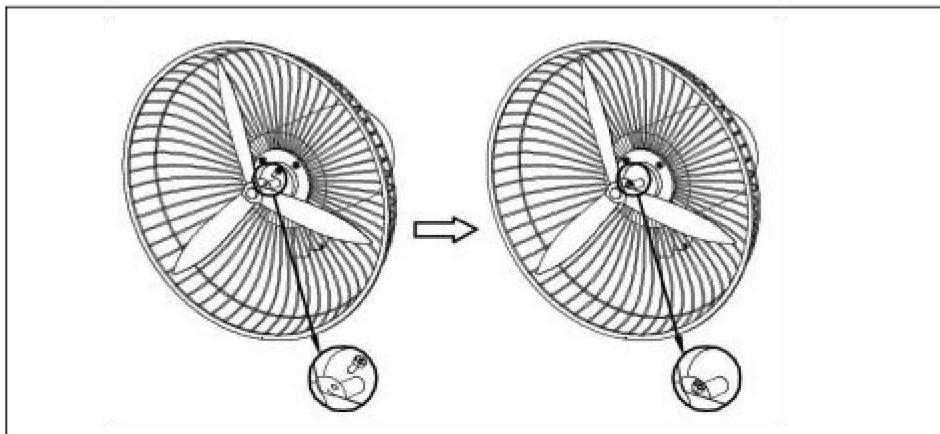

Abb.6.
2). Installieren Sie den Lüfterflügel (14) auf der Motorwelle und verriegeln Sie dann die Flügelschraube (16). Siehe (Abb. 6).